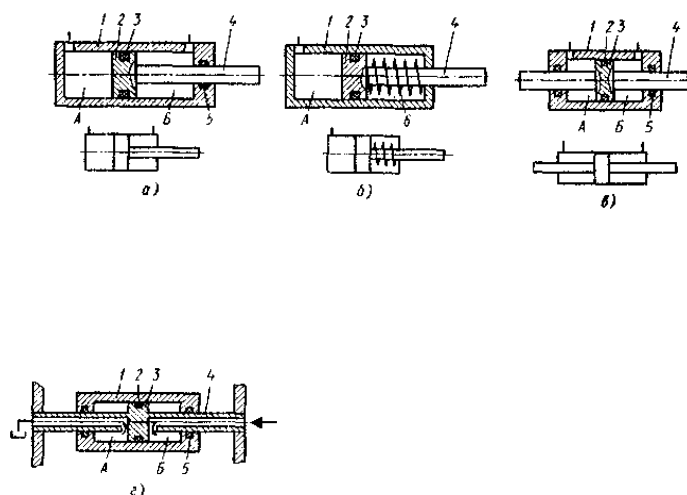

Рисунок 1 – Схемы поршневых гидроцилиндров:
Поршневым называют гидроцилиндр, в котором рабочие камеры образованы рабочими поверхностями корпуса и поршня со штоком (рис. 1). В цилиндрической расточке корпуса (рис. 1, а) находится поршень 2, жестко соединенный со штоком 4. Цилиндр имеет две полости: поршневую А – часть рабочей камеры, ограниченную рабочими поверхностями корпуса и поршня, и штоковую Б – часть рабочей камеры, ограниченную рабочими поверхностями корпуса, поршня и штока. Для герметизации подвижных соединений в цилиндре установлены уплотнительные кольца 3 и 5.
– со стороны поршневой полости для цилиндров с односторонним штоком (см. рис. 1, *a* и *б*)
– со стороны штоковой полости для цилиндров о односторонним (см. рис. 1, *a*) и двусторонним (см. рис. 1, *в* и *г*) штоками при условии равенства диаметров правого и левого штоков